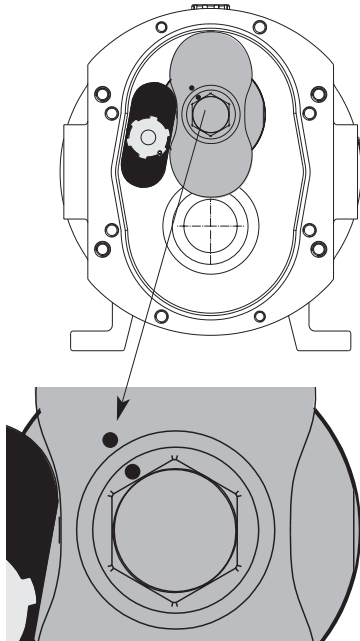

Figure 7
2. Mettre le lobe **27** indexé sur l'arbre (une seule position) et le bloque lobe **111** comme indiqué sur la figure 7, et serrer la vis **25** au couple spécifié (voir § 7.1). Si aucune clé dynamométrique n'est disponible, serrer le lobe jusqu'à ce que la marque du lobe soit alignée avec la marque de la vis. Enlever le bloque lobe **111**.